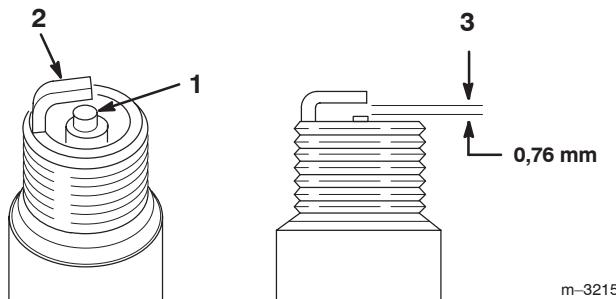

Figure 43
- Inspectez le centre des bougies (Fig. 43). Si le bec de l'isolateur est recouvert d'un léger dépôt gris ou brun, le moteur fonctionne correctement. S'il est couvert d'un dépôt noir, c'est généralement signe que le filtre à air est encrassé.
- Contrôlez l'écartement entre l'électrode centrale et l'électrode latérale (Fig. 43). Courbez l'électrode latérale (Fig. 43) si l'écartement est incorrect.